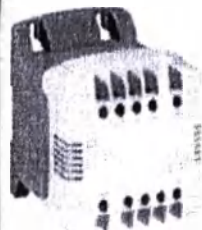

Рисунок 8.
8. Трансформатор 230/24 В (не более 5 шт.). Для преобразования входного напряжения (при необходимости). (Рисунок 8).